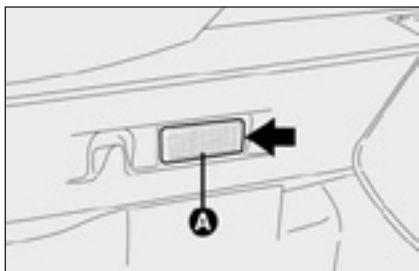

рис. 33
- снимите корпус **А-рис. 33**, повернув кольцо, следуя по стрелке, как показано на рисунке.
- закрепите корпус **А-рис. 33**, правильно установив сначала один конец, а затем другой так, чтобы корпус оказался в исходном положении.